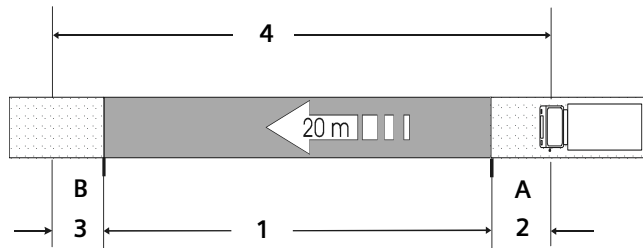

Abb. 2: Manuelle Mess-Strecke
1. Start-Marke (A) der Mess-Strecke und
2. End-Marke (B) nach 20 Meter Mess-Strecke setzen, siehe Abb. 2.